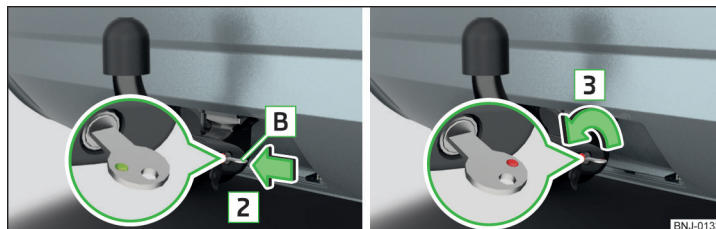

Abb. 254 Schlüssel in das Schloss stecken / Schloss entriegeln
- › Den Schlüssel **B** in das Schloss in Pfeilrichtung **2** einstecken, sodass dessen grüne Markierung nach oben zeigt » Abb. 254.